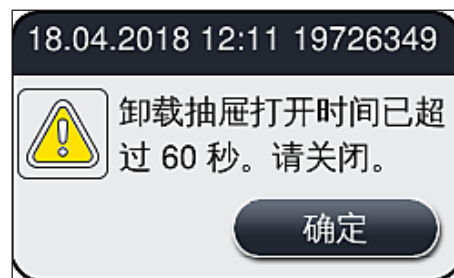

图 77
- 如果卸载抽屉的打开时间超过 60 秒,用户将收到一条信息消息 (→ 图 77)。